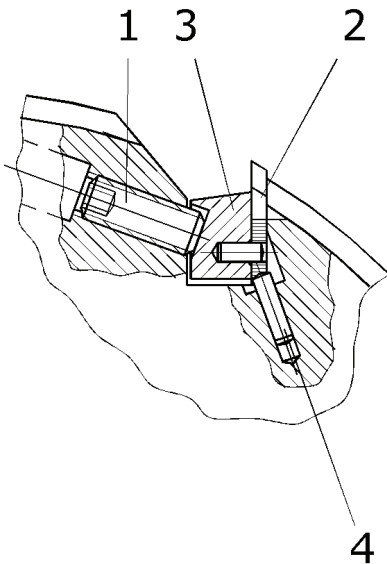

Abb. 1
(s. Abb. 1, 2 und 3)
2. Gewindestifte (1) mit Sechskantschlüssel nur soweit lösen, dass die Druckbacke (3) mit der Profilschneide (2) aus dem Messersitz vollständig entfernt werden kann.
5. Die Profilschneide gemeinsam mit der Druckbacke präzise in die Messeraufnahme einsetzen (s. Abb. 1 und 2). Darauf achten, dass die Anschlagkante der Schneide im Sitzgrund aufliegt.